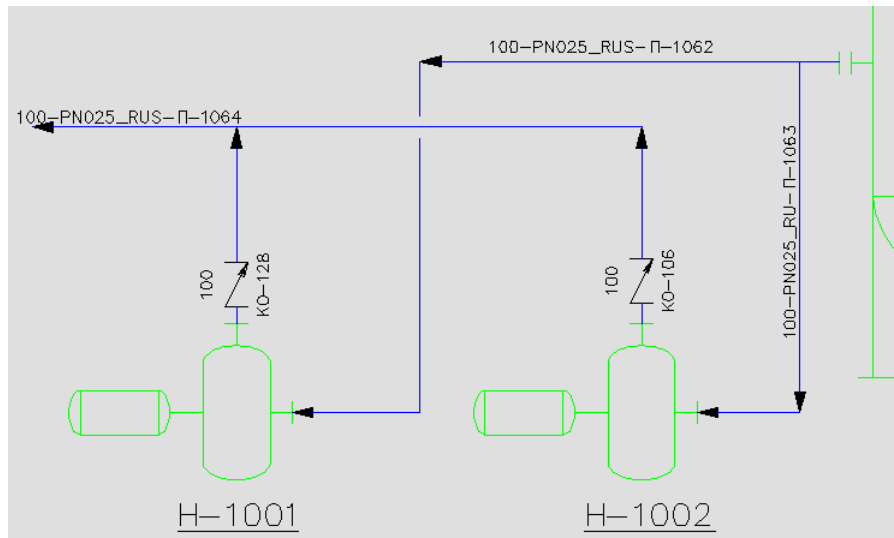

Рис. 19
- Разместите два обратных клапана на выходе каждого из насосов, выбрав пиктограмму **Клапан обратный** на вкладке **Клапаны** палитры инструментов. С помощью команды **Присвоить идентификатор** отредактируйте номера клапанов: **КО-128** и **КО-106** (Рис. 19).